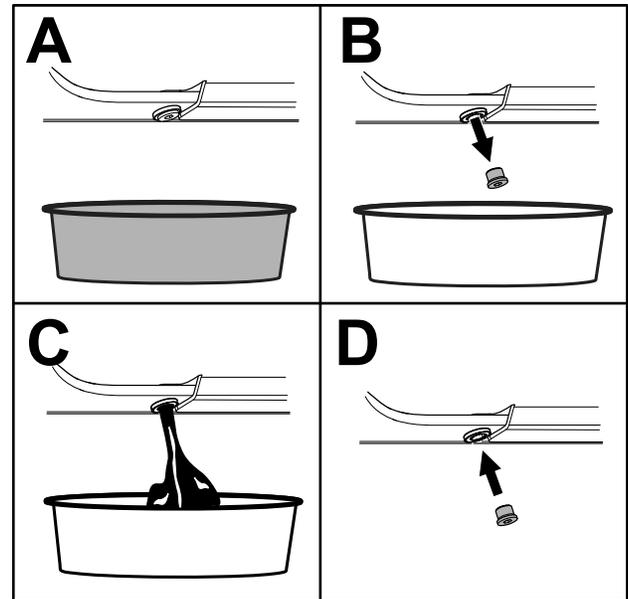

Figure 57
- Vidangez l'huile sous la plate-forme (Figure 57).